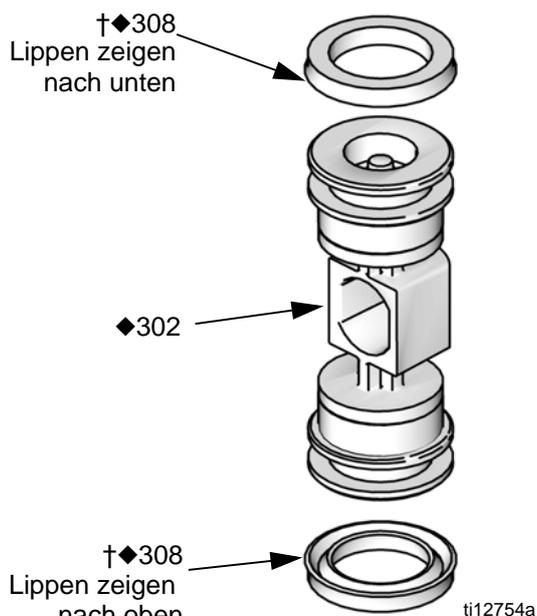

FIG. 14. Installation der U-Dichtungen am Luftventil
2. Siehe FIG. 14. Die U-Dichtungen (308†♦) schmieren und so am Kolben (302♦) anbringen, dass die Lippen zur Kolbenmitte zeigen.